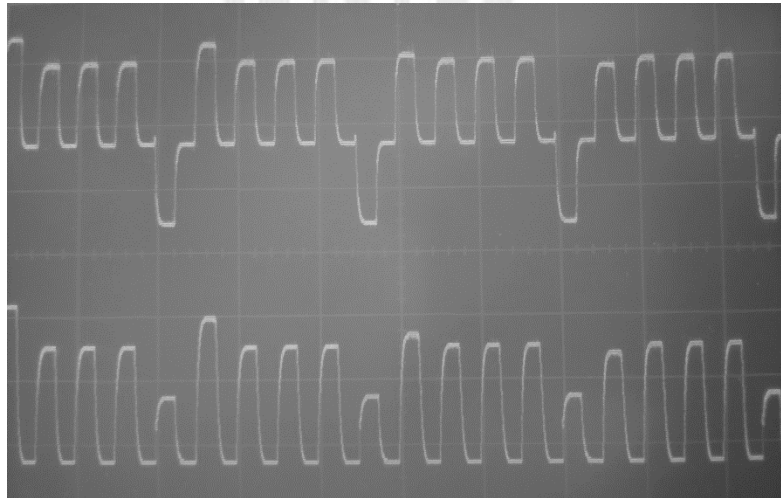

Figura 8.8 Comparación entre TP23 y TP24.
7. Analizar las formas de onda en la entrada y en la salida del amplificador/rectificador (TP23/24) (Figura 8.8).